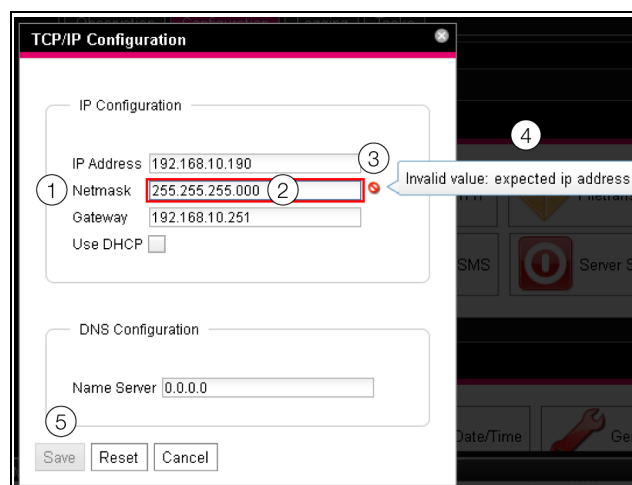

Fig. 110 : affichage d'une saisie erronée
- un « symbole d'interdiction » rouge (fig. 110, pos. 3) est affiché derrière la saisie erronée (fig. 110, pos. 2) dans le champ **Netmask** (fig. 110, pos. 1).
- une remarque avec des informations complémentaires sur le défaut est affichée en plaçant le curseur de la souris sur le symbole d'interdiction (fig. 110, pos. 4).
- le bouton de commande **Save** est désactivé (fig. 110, pos. 5) de telle manière que les valeurs saisies ne puissent pas être mémorisées.